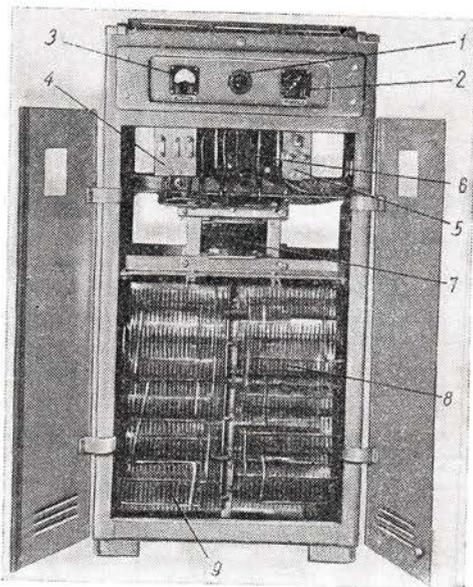

Рис. 6. Общий вид стабилизированного выпрямителя ВС-60-А (дверцы открыты)
Все детали выпрямителя размещены в металлическом шкафу (рис. 6). Высота шкафа 1470 мм, ширина 740 мм, глубина 440 мм. Доступ к деталям устройства и панелям для подключения проводов осу-
1) установить на зажимной панели переменного тока 4 (см. рис. 6) переключки в зависимости от напряжения питающей сети переменного тока (см. схему на дверце выпрямителя).